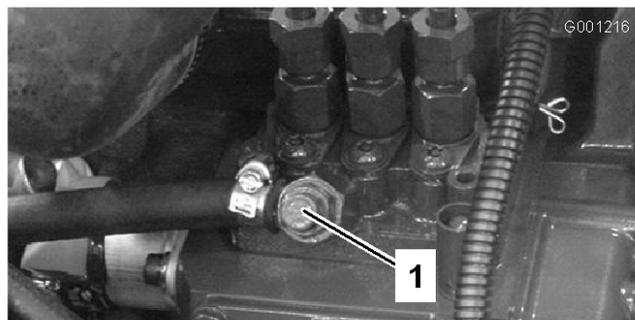

Figura 30
- Aprire la vite di spurgo dell'aria, situata sulla pompa di iniezione del carburante (Figura 30).